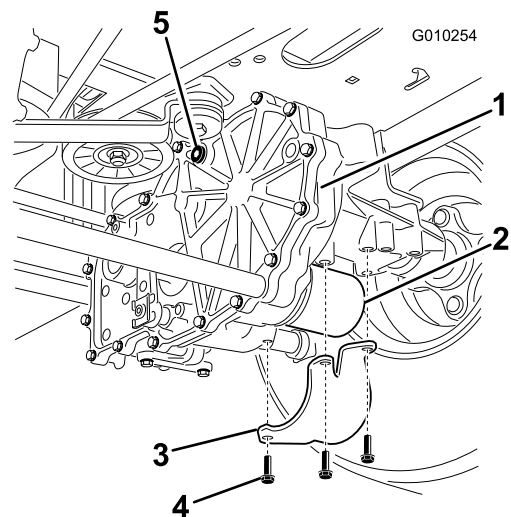

Figure 50
2. Localisez le filtre et ses protections sur chaque transmission à boîte-pont et retirez les 3 vis qui fixent la protection de filtre (Figure 50).